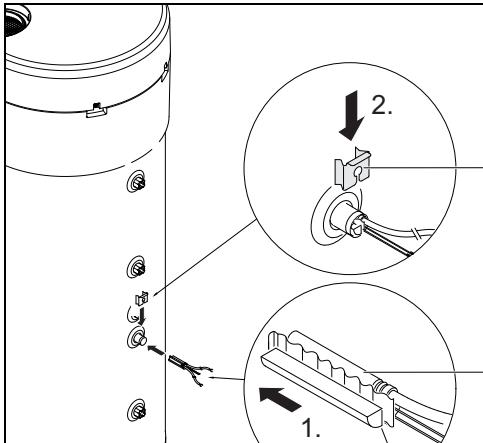

Fig. 11
- Montar el juego de montaje [1], el sensor de temperatura NTC del accesorio [2] y posicionarlo tal como se lo visualiza en la imagen 11.